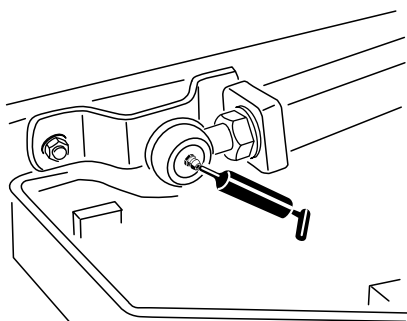

Figure 42
- Rotules de bras de relevage (2) (Figure 42).